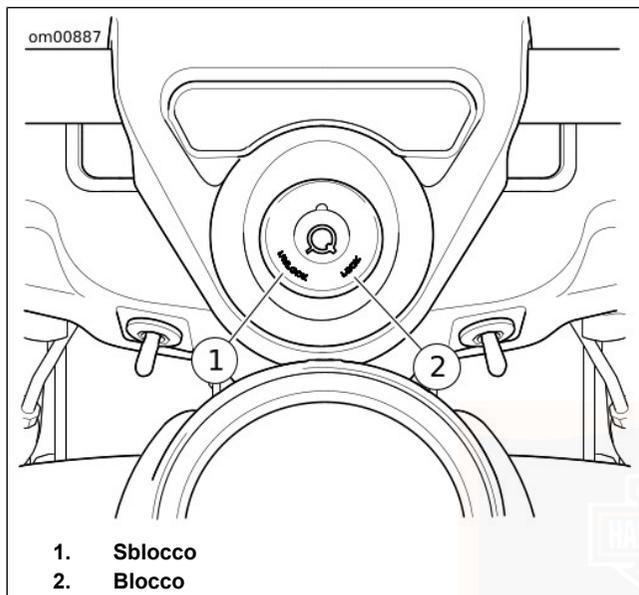

Figura 5. Dispositivo di blocco della forcella: FLHR/FLHRC
Vedere Figura 5. Sui modelli FLHR/FLHRC, il dispositivo di blocco della forcella si trova sulla sommità del canotto dello sterzo, dietro la gondola del faro anteriore ed inserito nella protezione del morsetto del manubrio.
2. Vedere Figura 5. Inserire la chiave e girarla in senso antiorario su LOCK (blocco). Estrarre la chiave.